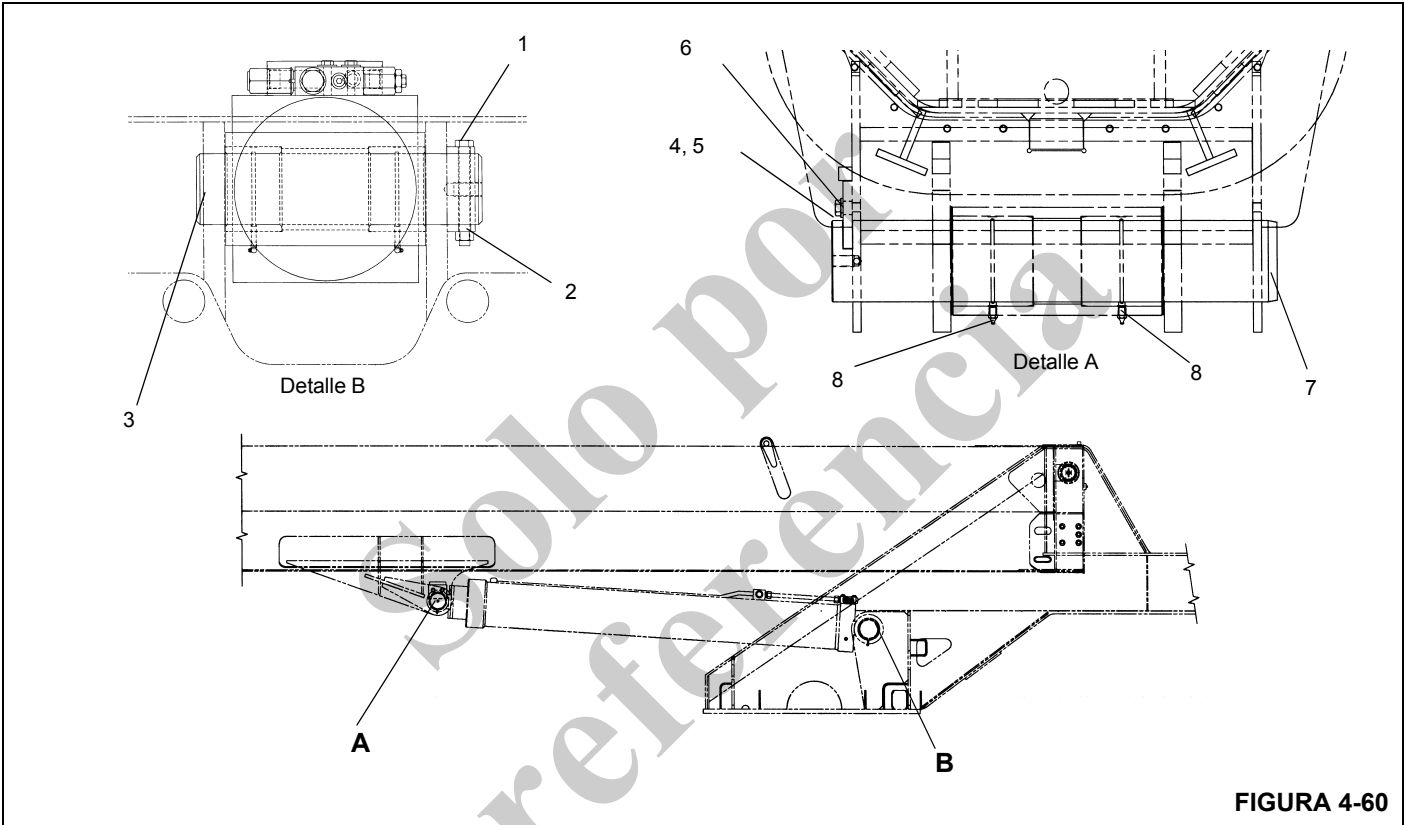

FIGURA 4-60
**NOTA:** Consulte la Figura 4-60 para los procedimientos de retiro e instalación del cilindro de elevación.